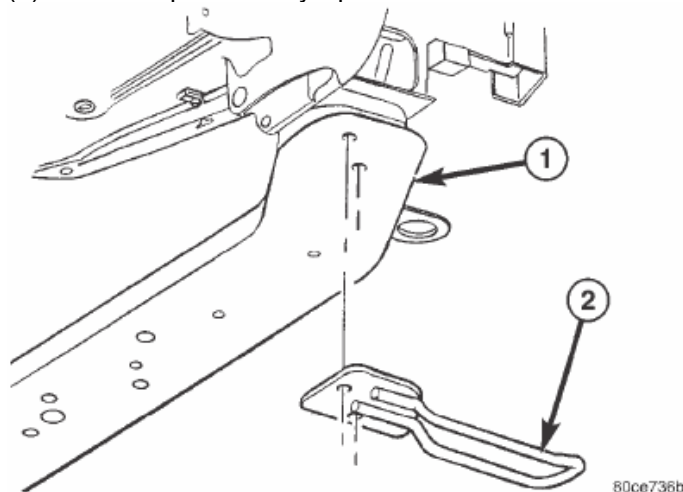

Рис. 24 ПЕРЕДНЕЕ ПРИЦЕПНОЕ УСТРОЙСТВО
(1) Поднять автомобиль.
(2) Отвинтить болты крепления крепежного устройства (рис. 24).
(3) Извлечь крепежное устройство из автомобиля.
(1) Установить прицепное устройство в нужное место.
(2) Вставить болты крепления (рис. 24). Затянуть болты крепления с моментом от 55 до 115 Нм.
(3) Опустить автомобиль.